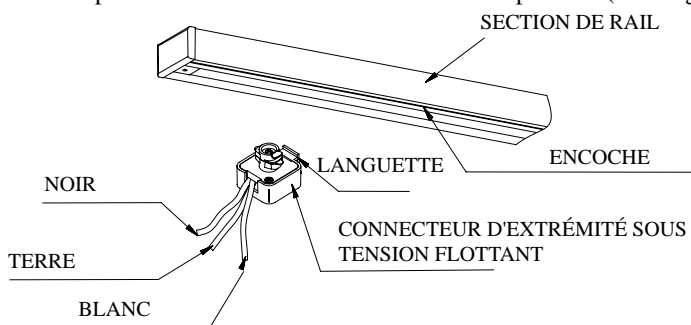

FIG. 2
- La section du rail et le connecteur d'extrémité sous tension flottant doivent être assemblés de façon à conserver la polarité entre les connecteurs. **REMARQUE :** Le connecteur d'extrémité sous tension flottant est muni d'une languette d'un côté tandis que le rail possède une encoche qui fait toute la longueur du profilé du rail (voir Figure 2). Aligner la languette du connecteur d'extrémité sous tension flottant avec l'encoche du rail et insérer le connecteur dans le profilé du rail de sorte que la base du connecteur vienne parfaitement s'appuyer contre le rail. Tourner le connecteur dans le sens horaire un quart de tour de sorte que le connecteur soit bien serré contre le rail.